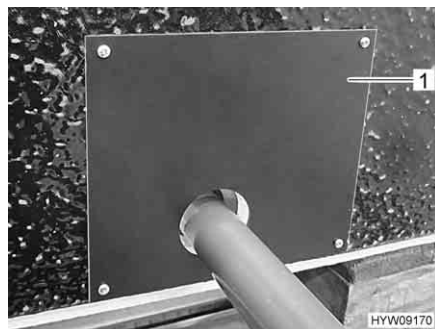

Fig. 158 Copertura (vano del serbatoio
- Rimuovere la copertura (Fig. 158,1) del serbatoio delle acque grigie.
- Posizionare la copertura (Fig. 158,1).